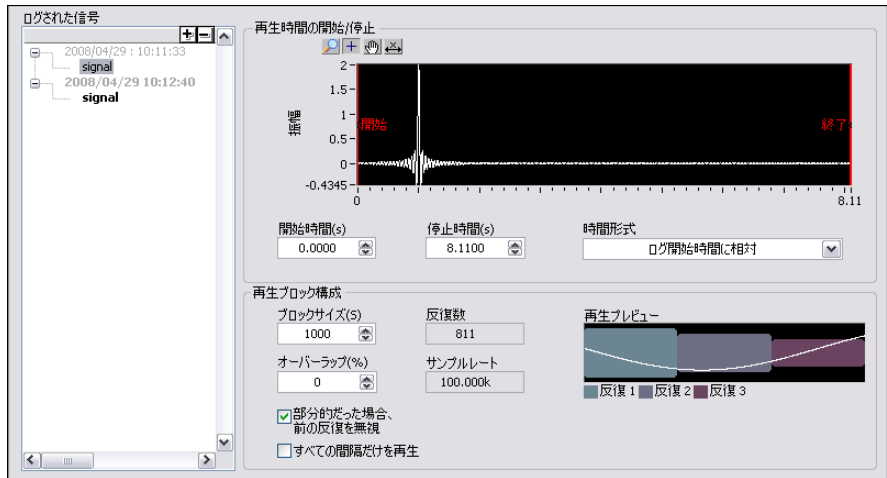

図 4-5 再生オプションビュー
1. **再生オプション**タブ（図 4-5）を表示するには、**表示→再生オプション**を選択します。